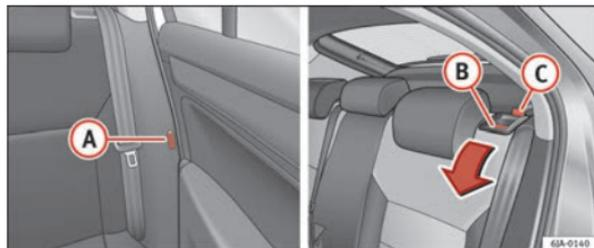

Fig. 73 Desbloqueo del respaldo
- Introduzca la lengüeta del cinturón de seguridad en el agujero (A) ⇒ fig. 73 situado en el lado correspondiente del vehículo – posición de seguridad.
- Pulsando la tecla de bloqueo (B) desbloquee el respaldo y abátalo hacia delante.